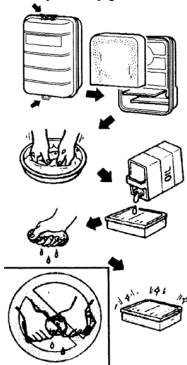

Рис.24
**3) ПОВІТРЯНИЙ ФІЛЬТР (Рис.24,25)**